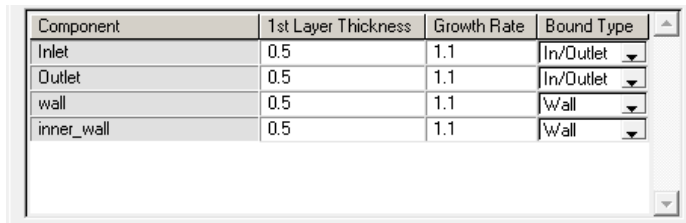

图 5-175 为 Inlet 和 Outlet 组件设置 Bound Type 值
(10) 默认的有关边界层划分的值将被分配到每个组件。要从中移除一个或多个组件，选择这些组件然后单击 Remove 按钮即可。
(11) 在 2D Boundary Layer Mesh 窗口中，为 Inlet 和 Outlet 组件设置 Bound Type 值为 In/Outlet，如图 5-175 所示。目的是不沿着 inlet 和 outlet 的组件生成边界层。